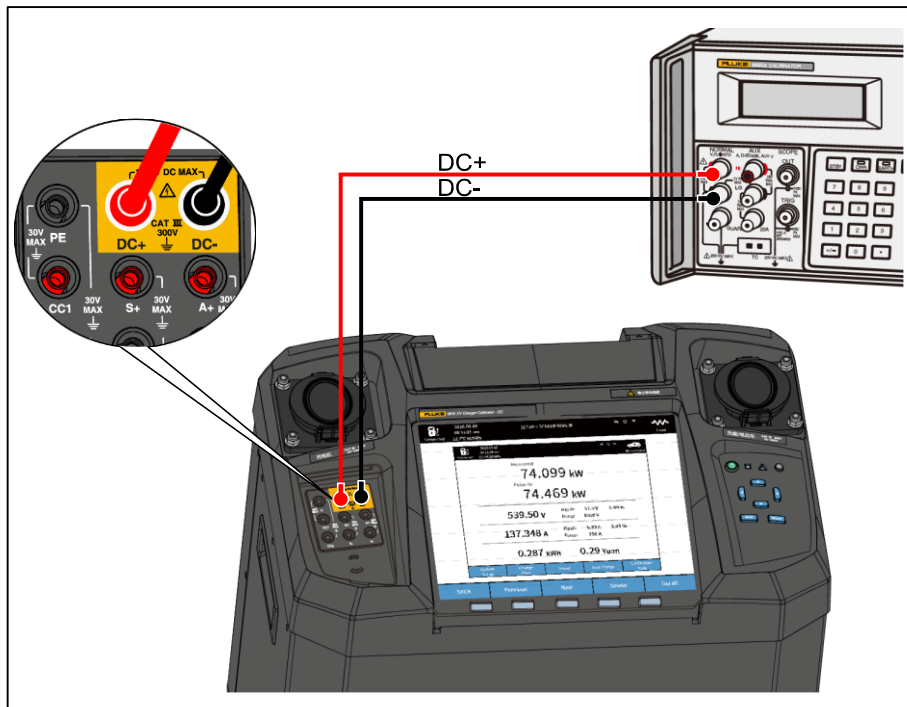

图 4. 直流电压/纹波电压/告警电压校准配置
1. 产品屏幕上提示“请连接直流电压源到 DC+/DC-校准信号端”时，按图 4 所示，将产品左侧充电座接口面板的 DC+和 DC-端子分别连接到多功能校准器(Fluke 5522A)的 HI 和 LO 输出端子。
1. 产品屏幕上提示“请连接交流电压源到 DC+/DC-校准信号端”时，按图 4 所示，将产品左侧充电座接口面板的 DC+和 DC-端子分别连接到多功能校准器(Fluke 5522A)的 HI 和 LO 输出端子。